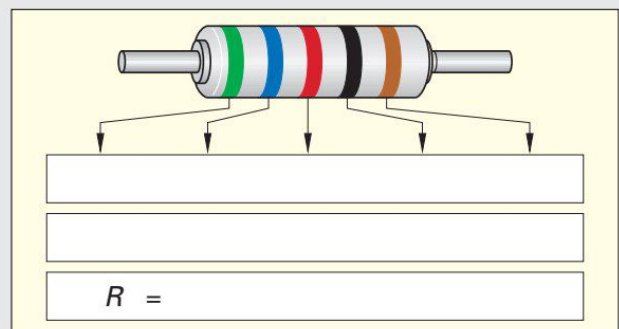

Bild 2: Metallschichtwiderstand
9. Ermitteln Sie den Wert des Metallschichtwiderstandes (**Bild 2**) und tragen Sie die Werte in Bild 2 ein.